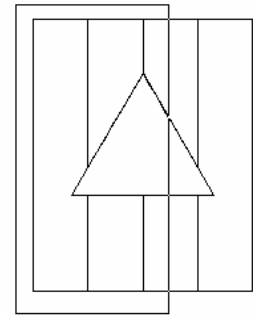

Рис. 5.13
- (рис. 5.13) – в последствии будет выполнено соединение половины вида и половины разреза;